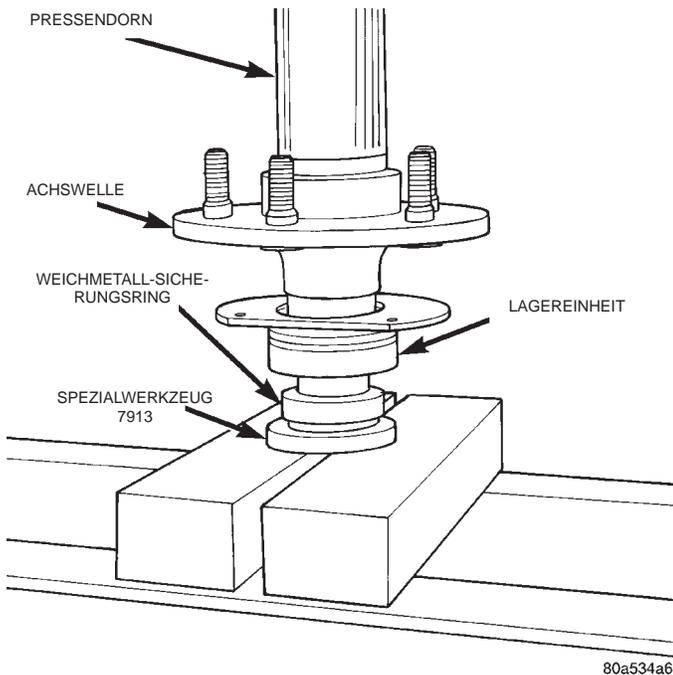

Abb. 17 Sicherungsring des Lagers auf die Achswelle pressen
(8) Mit Einbauwerkzeug 7913 und einer Presse den Weichmetall-Sicherungsring auf die Achswelle pressen (Abb. 17).